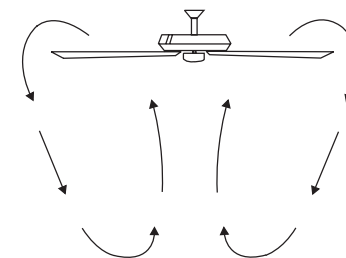

Fig. 30
**Fonctionnement par temps frais :** Inverser (sens horaire). Un flux d'air ascendant évacue l'air chaud des zones du plafond (Fig. 30). Cela vous permet de régler votre unité de chauffage sur un réglage plus froid sans affecter votre confort général.